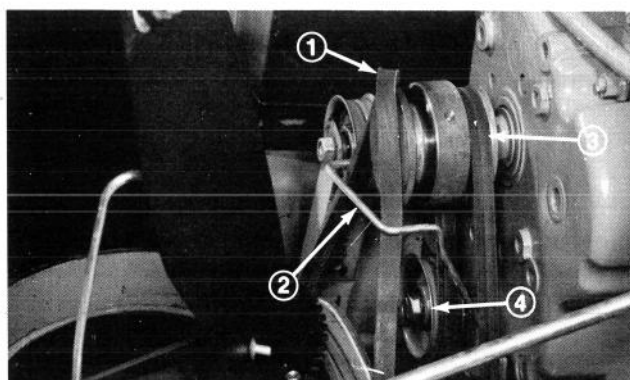

Fig. 34
4. Fjern derpå det eller de defekte bælte(r) og monter nye. Vær sikker på at indsamlingsskruens drivrem er installeret mod indersiden af remlederen (Fig. 34). Hjulenes drivrem skal være monteret mod indersiden af spændingshjulet (Fig. 34).
8. Fjern atter ledningen fra tænderøret og bælt-dækslet. Løsn låseskruen der fastholder spændingshjulet og pres spændingshjulet mod remmen (Fig. 34). Pres hjulet tilstrækkeligt til at remmen bliver spændt, dog ikke så meget at den bliver overspændt.